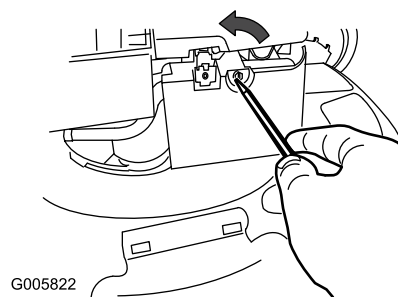

Bild 40
1. Öffnen Sie die Luftfilterabdeckung mit einem Schraubenzieher (Bild 40).